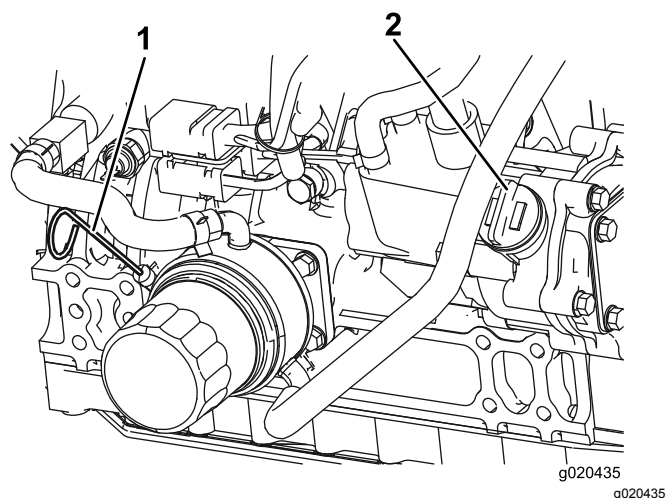

図 65
3. ディップスティックを抜き取り、付いているオイルをウェスで拭き、もう一度一杯に差し込んで抜く。FULL マークと ADD マークの間にあればよい 図 65。
4. オイルの量が少ない場合は、補給キャップ 図 65 を取り、Full と ADD の間の位置までオイルを補給する。入れすぎないこと。